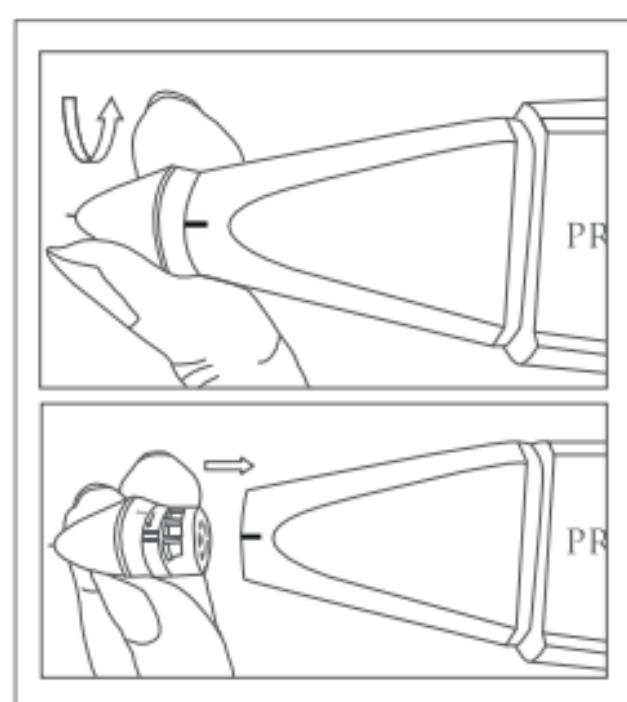

рис. 1
- Когда прибор выключен, поверните кончик детектора против часовой стрелки, чтобы снять его, как показано на рис. 1.